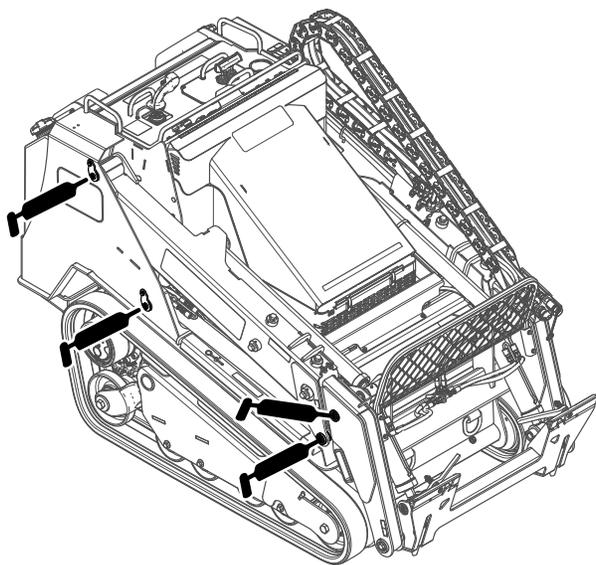
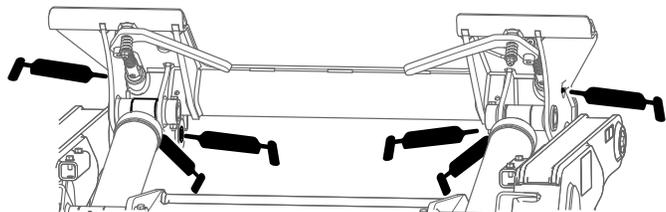
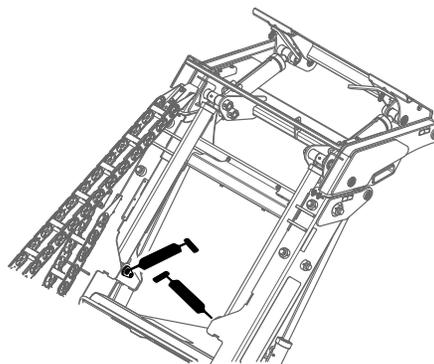

Рисунок 47
Рисунок 48
Рисунок 49
4. Присоедините к каждой масленке шприц для нагнетания консистентной смазки (Рисунок 47 Рисунок 48 и Рисунок 49).
Примечание: Прежде чем смазывать масленки, поднимите стрелы погрузчика, как показано на Рисунок 49.